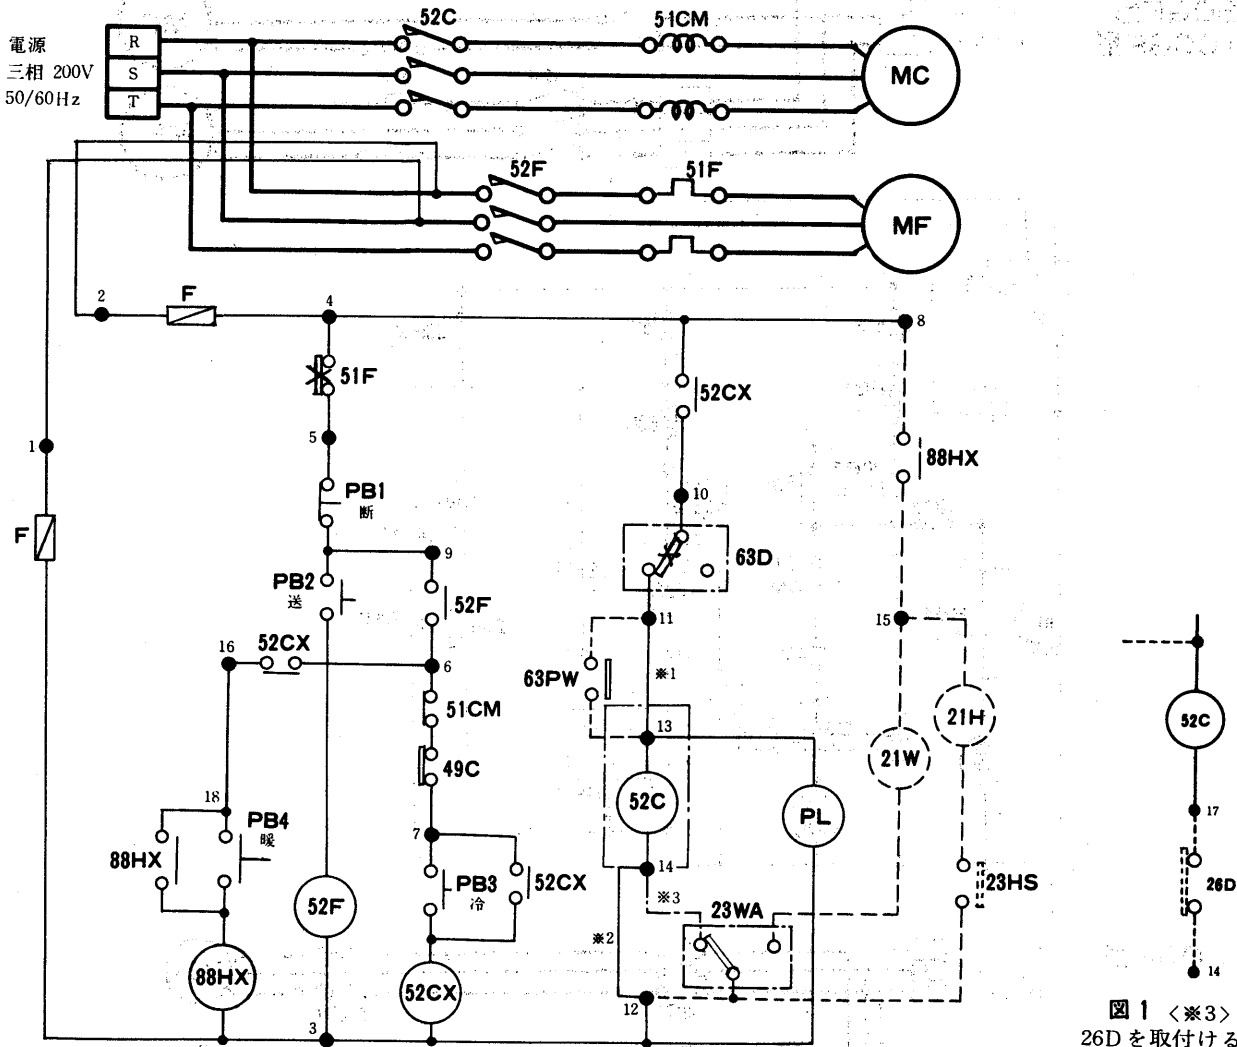

図1 <※3>
2. ※3--- は霜取温調を取付けるときの図1のようになります。